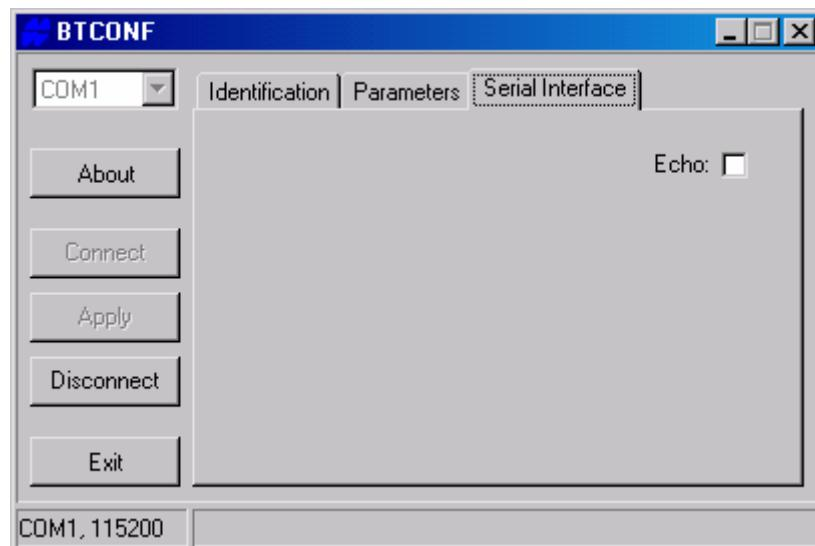

Рисунок 2-35. BTCONF. Вкладка Последовательный интерфейс
8. Выберите вкладку *Serial Interface* (*Последовательный интерфейс*) (см. рис. 2-35). Выберите поле *Echo* (*Эхо*) если хотите, чтобы модуль Bluetooth посыпал принятые символы обратно (полезно при доступе через терминальную программу). При необходимости щелкните на кнопке *Apply* (*Применить*).